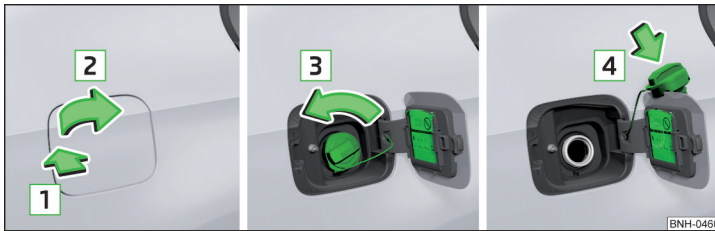

Abb. 223 Tankklappe aufklappen / Tankverschluss herausdrehen / Tankverschluss auf die Tankklappe stecken
- Auf die Tankklappe in Pfeilrichtung **1** drücken und diese in Pfeilrichtung **2** aufklappen » Abb. 223.